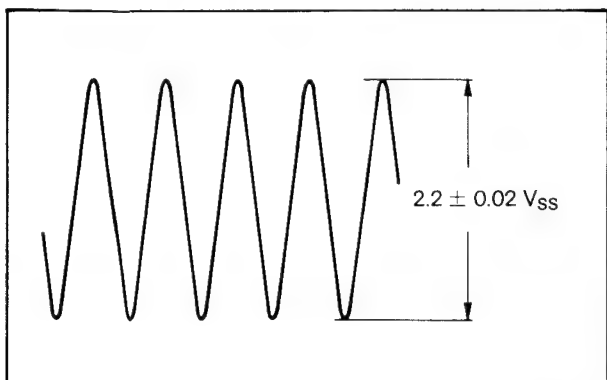

Bild 3-35
2. Tastkopf an TP 2, mit R 3  $2,2 V_{SS}$  einstellen (Bild 3-35).
2. Tastkopf an TP 2, mit R 31  $2,2 V_{SS}$  einstellen (Bild 3-35).
2. Tastkopf an TP 2, während der Aufnahme R 45 so einstellen, daß  $2,2 V_{SS}$  bei der Wiedergabe an TP 2 stehen (Bild 3-35).